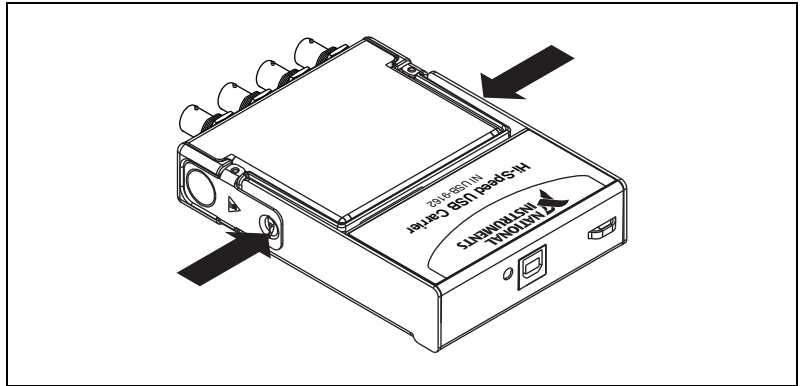

图 4 锁定模块
5. 如图 4 所示，用力按压 NI 9234 模块与外盒的连接部分，直至模块固定到位。